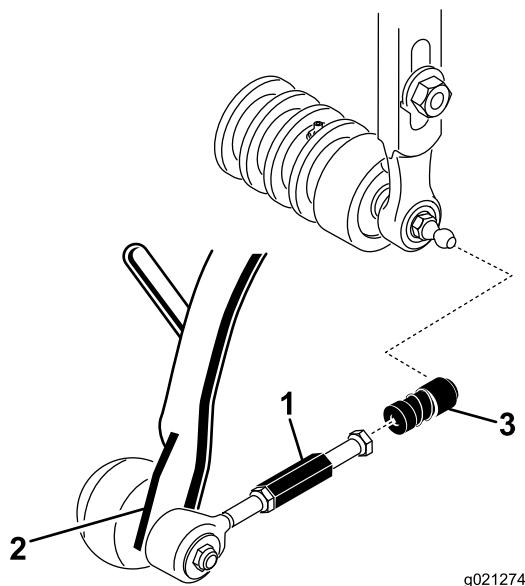

Figure 10
3. Repoussez le manchon sur chaque douille de rotule et accrochez la douille sur la rotule du plateau de coupe (Figure 10).